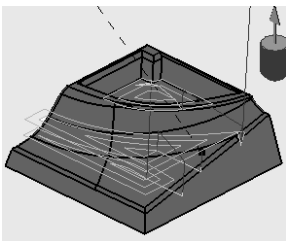

图 2-42 “Spiral” 示意图
- “Spiral”: 刀具以螺旋方式进行切削, 如图 2-42 所示。